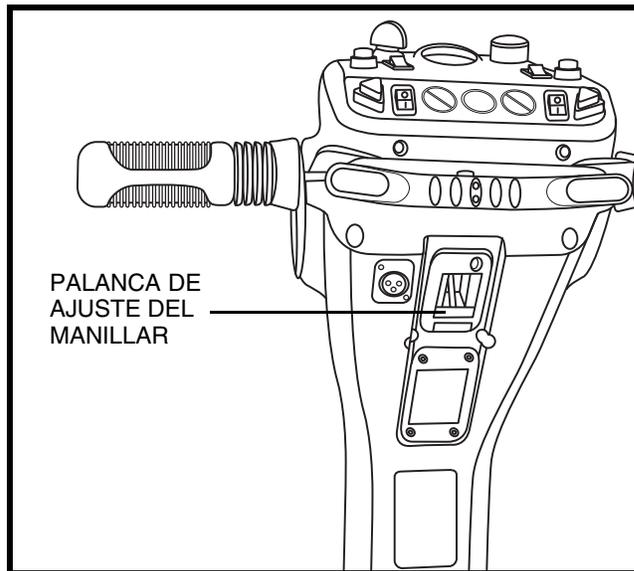

Figura 10. Ajuste del manillar/consola del manillar
1. Apriete la palanca de ajuste del manillar. **Ver figura 10.**